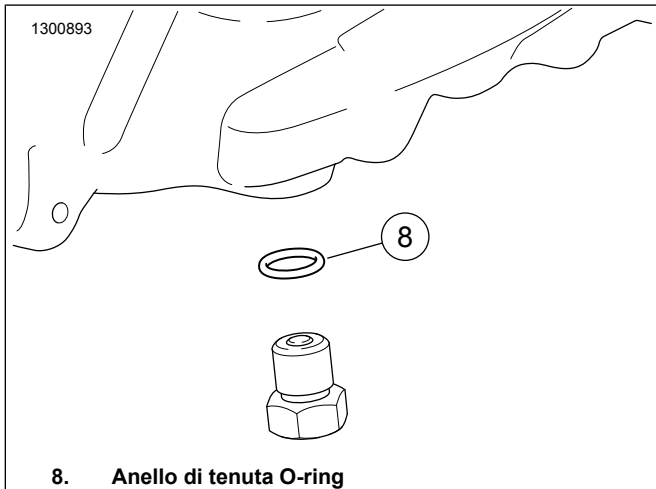

Figura 6. Anello di tenuta O-ring del tappo della trasmissione primaria
- a. Vedere Figura 6 Installare un **nuovo** anello di tenuta O-ring (8) sul tappo.